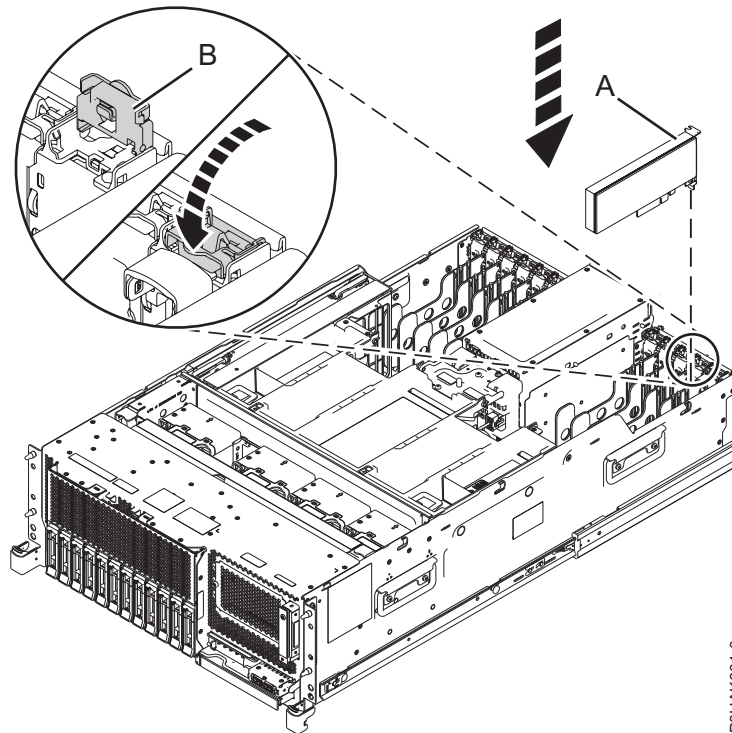
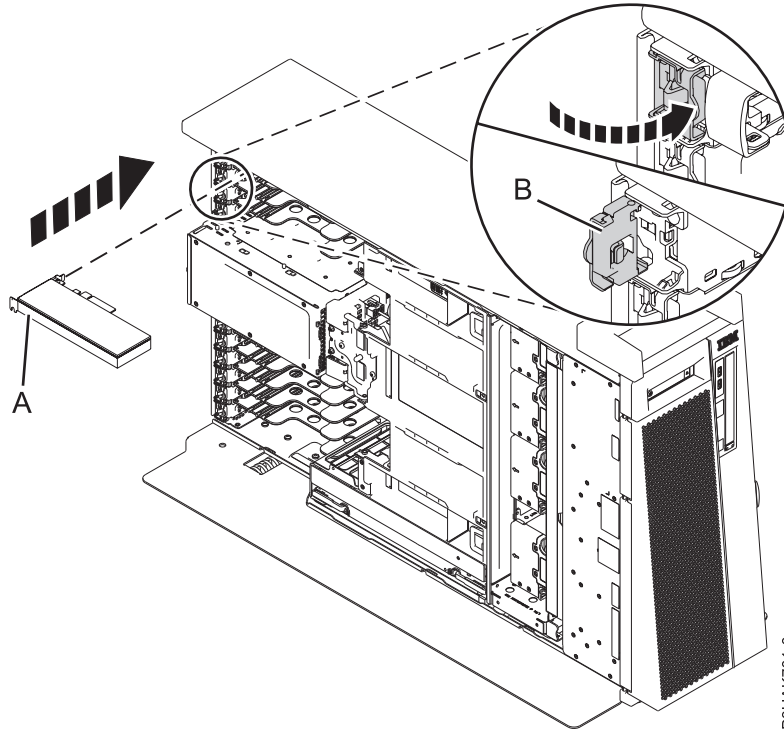

Figura 27. Instalación o sustitución de un adaptador PCIe en un sistema montado en bastidor.
Figura 28. Instalación o sustitución de un adaptador PCIe en un sistema 8286-41A autónomo
6. Si el pestillo del adaptador (**B**) en la ranura de destino no está todavía en la posición de abierto, tire del pestillo hasta la posición de abierto, girándolo hacia fuera desde su punto de fijación, situado en la parte posterior del sistema, como se muestra en la Figura 27 en la página 32 y Figura 28 en la página 33.
7. Sujete con cuidado el adaptador por el borde superior o la contrapunta, y alinéelo con la ranura y con el conector de la placa del sistema (**A**), como se muestra en la Figura 27 en la página 32 y Figura 28 en la página 33.
10. Para bloquear el adaptador en la ranura, gire el pestillo del adaptador (**B**) en la dirección que se muestra en la Figura 27 y Figura 28 en la página 33.